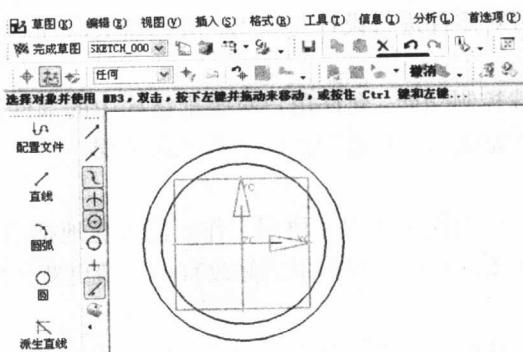

图 1-2 撤消上一步操作
(1) 在拉伸特征的过程中可以自动隐藏草图，使设计更简洁清晰。
(2) 在草图模式中增加了 undo 功能，可让用户撤消上一步操作。如图 1-2 所示。